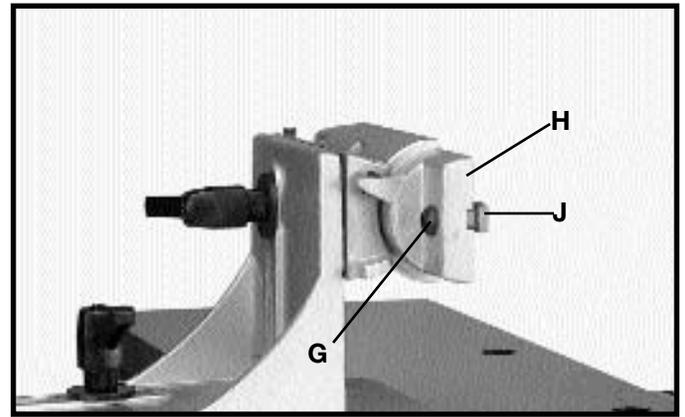

Fig. 9
3. Ensamble un tornillo de cubeta de cabeza redonda de 5/8 pulg. (G) Fig. 9, al soporte de inclinación de guía (H), y enrosque la tuerca en "T" (J) en el extremo fileteado del tornillo (G) en la manera ilustrada aquí. **NO APRIETE EL TORNILLO (G) POR COMPLETO EN ESTE MOMENTO.** Ensamble el tornillo y la tuerca en "T" al extremo opuesto del soporte de inclinación del mismo modo.